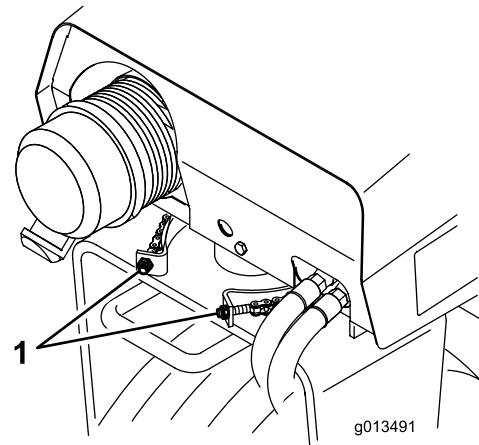

図 23
2. ロックナットを調節して、スプロケットの両側のチェーンのたるみを取る ((図 23)) 。